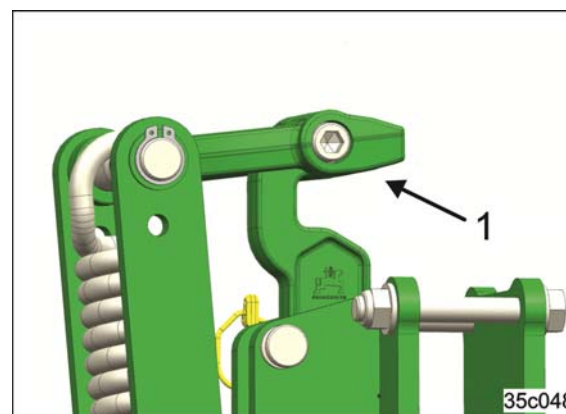

Fig. 121
Grepet (Fig. 121/1) brukes til sikker innstilling av arbeidsdybden.
2. Hold traktorsporfresen på grepet (Fig. 121/1).